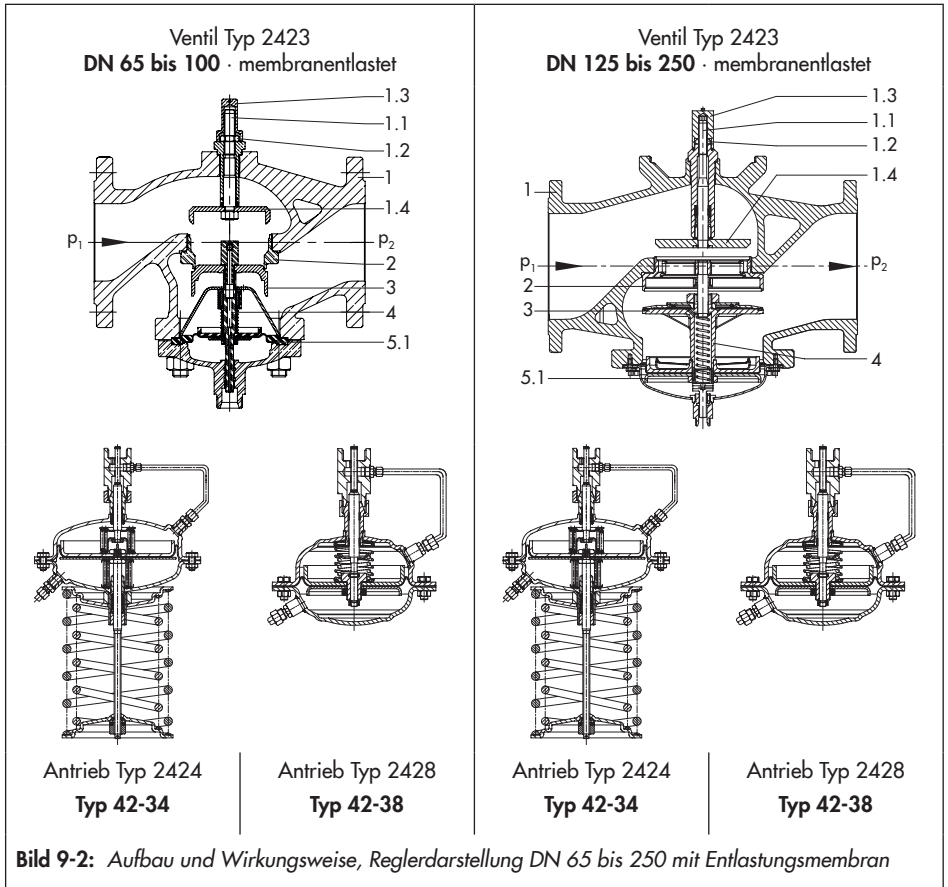

Bild 9-2: Aufbau und Wirkungsweise, Reglerdarstellung DN 65 bis 250 mit Entlastungsmembran
Legende zu Bild 9-1 und Bild 9-2
- Vgl. Bild 9-1 und Bild 9-2
→ Vgl. Bild 9-1 und Bild 9-2